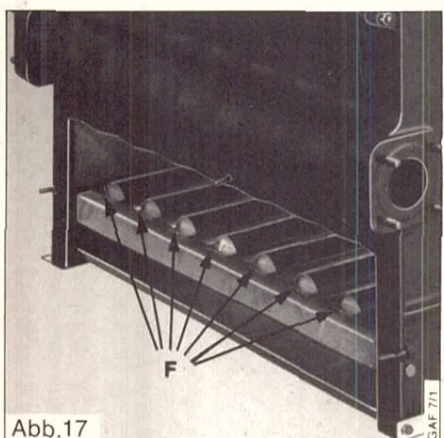

Abb. 17
Brenner einlegen, darauf achten, daß die Zapfen (F), Abb. 17, der Brenner in die
Pro Kesselblock 1 Bodenblech von vorne unterhalb der Brenner auf die Gußleisten der Endglieder legen, Abb. 17. Die hintere Abkantung des Bleches zeigt nach oben, die rechte, linke und vordere Abkantung nach unten.